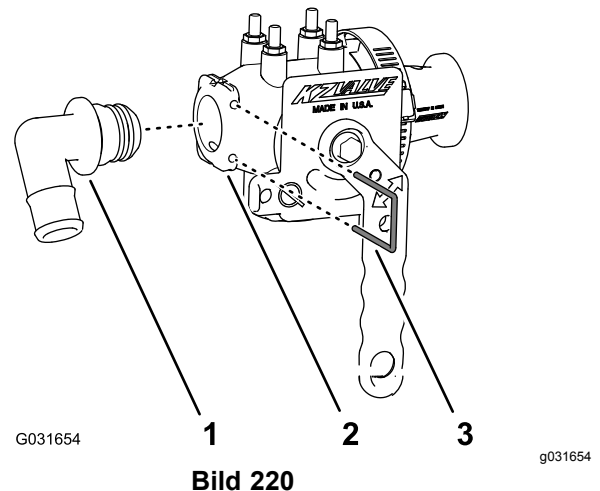

Bild 220
1. Fluchten Sie das gezahnte 90°-Anschlussstück (Toro Bestellnummer 131-3727) mit dem Flüssigkeitsabstellventil (Toro Bestellnummer 130-7324) aus, wie in Bild 220 abgebildet, und setzen Sie das gezahnte Anschlussstück in das Ventil ein, bis es fest sitzt.